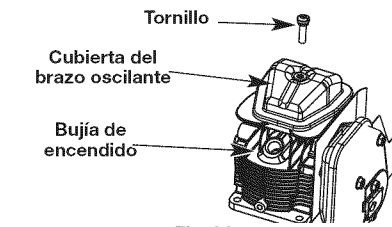

Fig. 31
- Limpie la suciedad de alrededor de la cubierta del brazo oscilante. Saque el tornillo que sostiene la cubierta del brazo oscilante con un destornillador grande de vástago plano o con una broca Torx T-25 (Fig. 31). Saque la cubierta y la junta del brazo oscilante.
- El pistón esté en la posición superior de su recorrido. Esto deberá hacerse mirando por el orificio de la bujía. (Fig. 31)